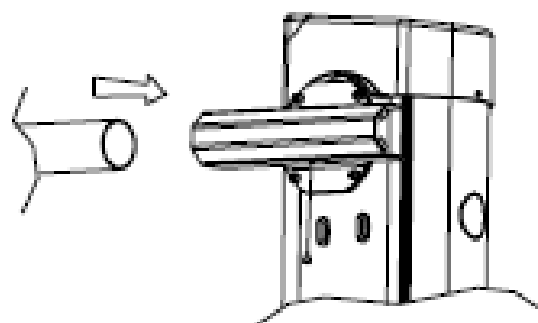

Fig. 6
- Introduceți tija cu diametrul 80 mm la capăt pe opritorul posterior, înșurubați definitiv cele 4 șuruburi M8 (Fig.6) și fixați tija cu șurubul M6x8.